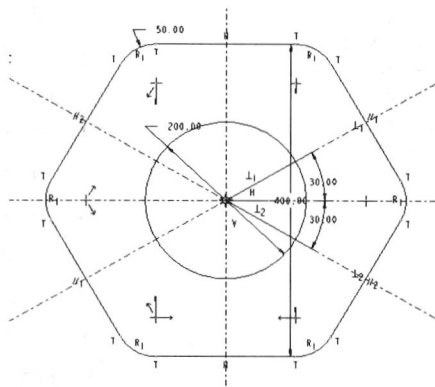

图 1-20 添加对称约束并修改尺寸后的图形
Step3 修改圆弧半径尺寸为 50, 六边形高度为 400, 如图 1-20 所示。